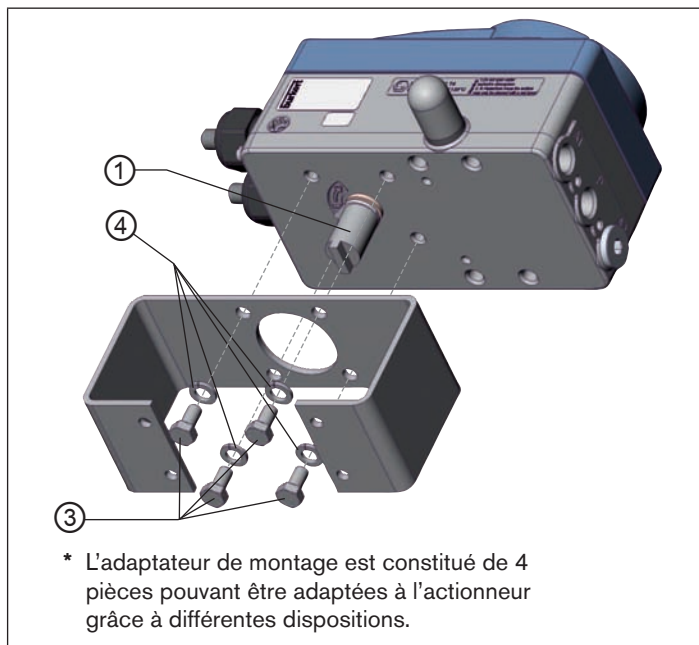

Fig. 13 : Fixer l'adaptateur de montage (représentation schématique)
- Fixer l'adaptateur de montage sur le positionneur avec 4 vis à tête cylindrique ③ et des rondelles élastiques ④. (voir « Fig. 13 »).